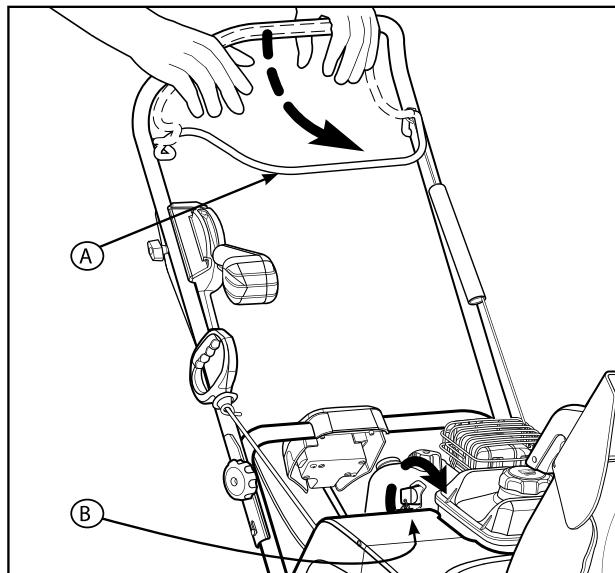

Рис. 9
- Отпустите рычаг управления шнеком (A, рис. 9).
- Поверните ключ ВКЛ/ВЫКЛ (B) и выньте его или выньте ключ зажигания.
- Запустите двигатель и нажмите рычаг управления шнеком (A, рис. 9).